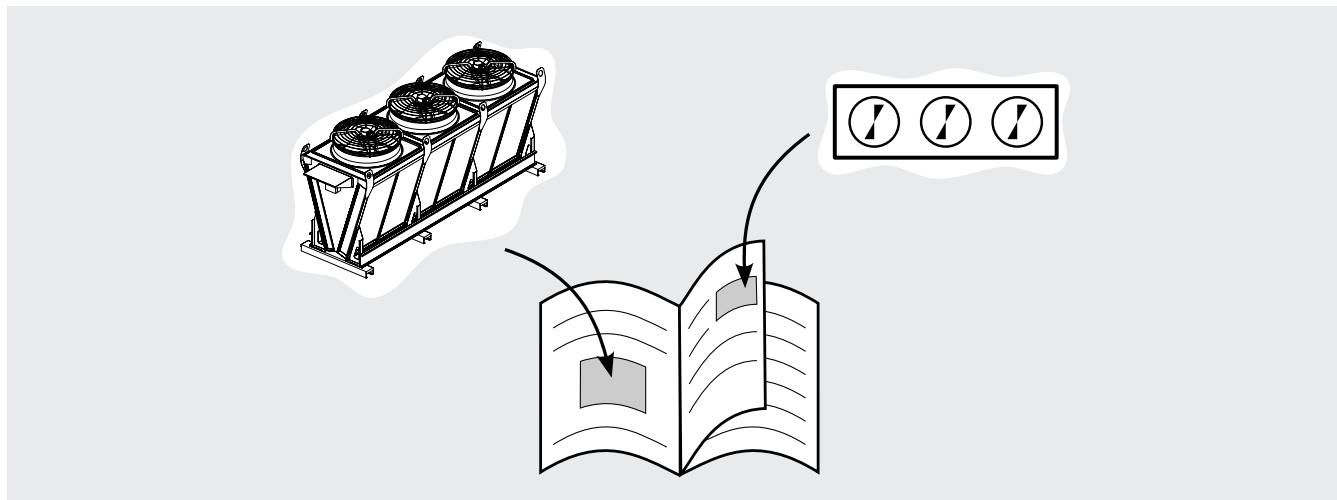

Figura 2
3.2 En las imágenes de este documento siempre se representará un modelo V-Type genérico de una fila con 3 motoventiladores: se trata únicamente de una representación gráfica ilustrativa. Véase la Figura 2.